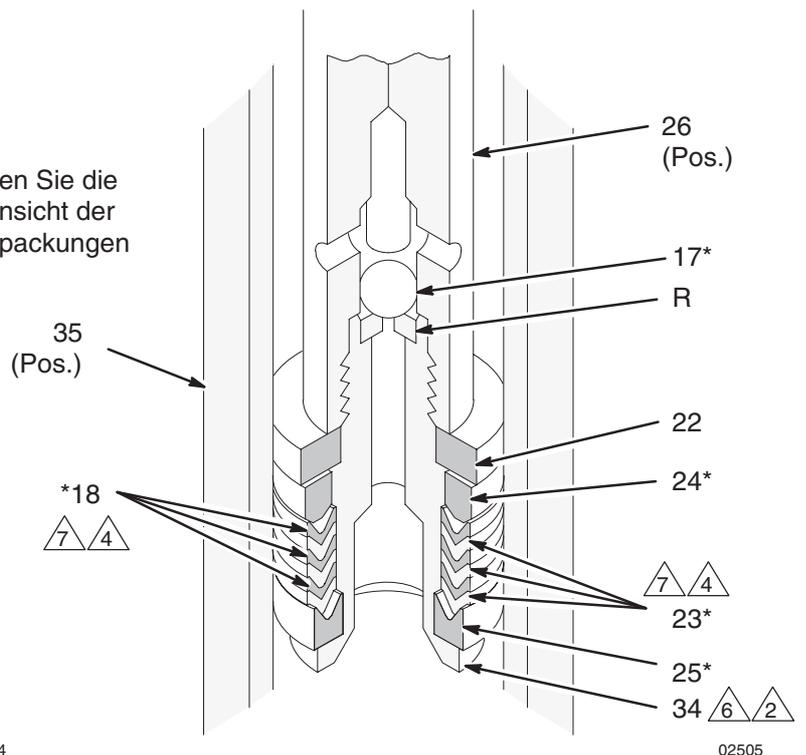

Abb. 5
Beim Auseinanderbauen der Pumpe alle Teile in ihrer Reihenfolge auflegen, um den Zusammenbau zu erleichtern. Siehe Abb. 5.
2. Das Einlaßventilgehäuse (33) vom Auslaßgehäuse (35) abschrauben. Wenn sich das Einlaßgehäuse nur schwer abnehmen läßt, rostlösendes Öl auf das Gewinde geben und mit einem Gummihammer *vorsichtig* um das Ventilgehäuse herum klopfen, um es zu lösen. Siehe Abb. 5.
3. Den Kugelanschlagstift (29), den O-Ringhalter (31), den O-Ring (30), die Kugelführung (32) und die Kugel (28) aus dem Einlaßventilgehäuse (33) entfernen.
4. Die Packungsmutter (36) lösen. Die Kolbenstange (26) soweit wie möglich nach unten drücken und von unten aus dem Auslaßgehäuse (35) herausziehen.
5. Die Schlüsselflächen der Kolbenstange (26) in einen Schraubstock einspannen. Den Kolbenbolzen (34) von der Stange abschrauben. Kugel (17), Halterung (22), Packungen (18, 23) und Ringe (24, 25) entfernen.
6. Die Packungsmutter (36), die Halspackungen (18, 23) und die Ringe (24, 25) aus dem Auslaßgehäuse (35) nehmen.
7. Alle Teile auf Beschädigungen überprüfen. Alle Teile und Gewinde vor dem Zusammenbauen mit einem verträglichen Lösungsmittel reinigen. Die glatten Oberflächen der Kolbenstange (26) und der Zylinderlaufbuchse (20) auf Kratzer, Kerben oder andere Beschädigungen überprüfen, welche zu vorzeitigem Packungsverschleiß und Leckagen führen können. Zu diesem Zweck mit einem Finger über die Oberfläche streichen oder das Teil schräg gegen das Licht halten. Sicherstellen, daß die Kugelsitze des Kolbens (R) und das Einlaßventilgehäuse (S) nicht zerkratzt oder beschädigt sind. Alle Teile auswechseln, die verschlissen oder beschädigt sind.
1. Die Halspackungen einfetten und nacheinander in der angegebenen Reihenfolge im Auslaßgehäuse (35) installieren, *wobei die Lippen der V-Packungen nach unten zeigen müssen:* den Stützring (24*), eine V-Packung aus Leder (18*), eine PTFE-Packung (23*), eine Leder-Packung (18*), eine PTFE-Packung (23*), eine Leder-Packung (18*), eine PTFE-Packung (23*) und den Gegenring (25*). Die Packungsmutter (36) locker einbauen. Beachten Sie die entsprechende Detailabbildung der Halspackungsmutter in Abb. 5.
2. Wenn die Zylinderlaufbuchse (20) ausgebaut wurde, müssen Sie diese wieder in das Auslaßgehäuse (35) einbauen und dabei auch unbedingt die Dichtung (19*) auswechseln. *Das kegelförmig zulaufende Ende der Zylinderlaufbuchse muß nach unten zum Pumpeneinlaß zeigen.*
3. Die Kolbenpackungen einfetten und nacheinander in der folgenden Reihenfolge auf den Kolbenbolzen (34) legen, wobei *die Lippen der V-Packungen nach oben gerichtet sein müssen:* den Gegenring (25*), eine PTFE-Packung (23*), eine Leder-Packung (18*), eine PTFE-Packung (23*), eine Leder-Packung (18*), eine PTFE-Packung (23*), eine Leder-Packung (18*), den Stützring (24*), und die Packungshalterung (22). Beachten Sie die entsprechende Detailabbildung der Kolbenpackungsmutter in Abb. 5.
4. Gewindedichtmittel auf den Kolbenbolzen (34) auftragen. Die Kolbenkugel (17*) auf den Kolben geben und den Kolbenventilsatz in die Kolbenstange (26) schrauben. Mit 74–88 N.m festziehen.
5. Die Kolbenstange (26) von unten in das Auslaßgehäuse (35) geben. Dabei darauf achten, daß die Zylinderlaufbuchse (20) nicht zerkratzt wird. Die Stange gerade nach oben drücken, bis sie über die Packungsmutter (36) vorsteht.
6. Kugel (28*), Führung (32), O-Ring (30*), Halterung (31) und Kugelanschlagstift (29) in das Einlaßventilgehäuse (33) installieren. Gewindeschmiermittel auftragen und das Einlaßgehäuse in das Auslaßgehäuse (35) schrauben. Mit 74–88 N.m festziehen.